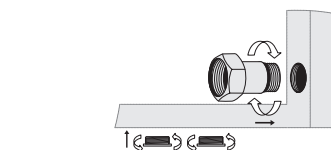
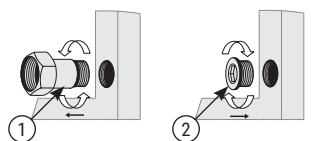

Рис. 2
Рис. 3
5.3. Установить на коллектора заглушки (рис. 3 «2») и носики с накидными гайками (рис. 3 «1») в требуемом месте, в зависимости от вида подключения (рис. 2, 3).